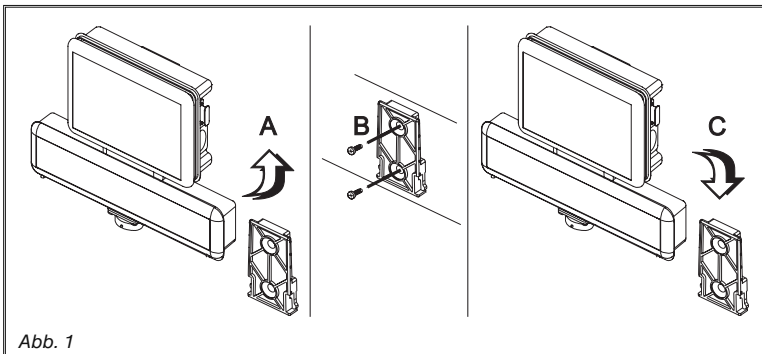

Abb. 1
Der Bügel muss zunächst vom Sitz des Computers (A, Abb. 1) abgezogen, dann unter Anwendung der mitgelieferten Schrauben (B) befestigt werden.